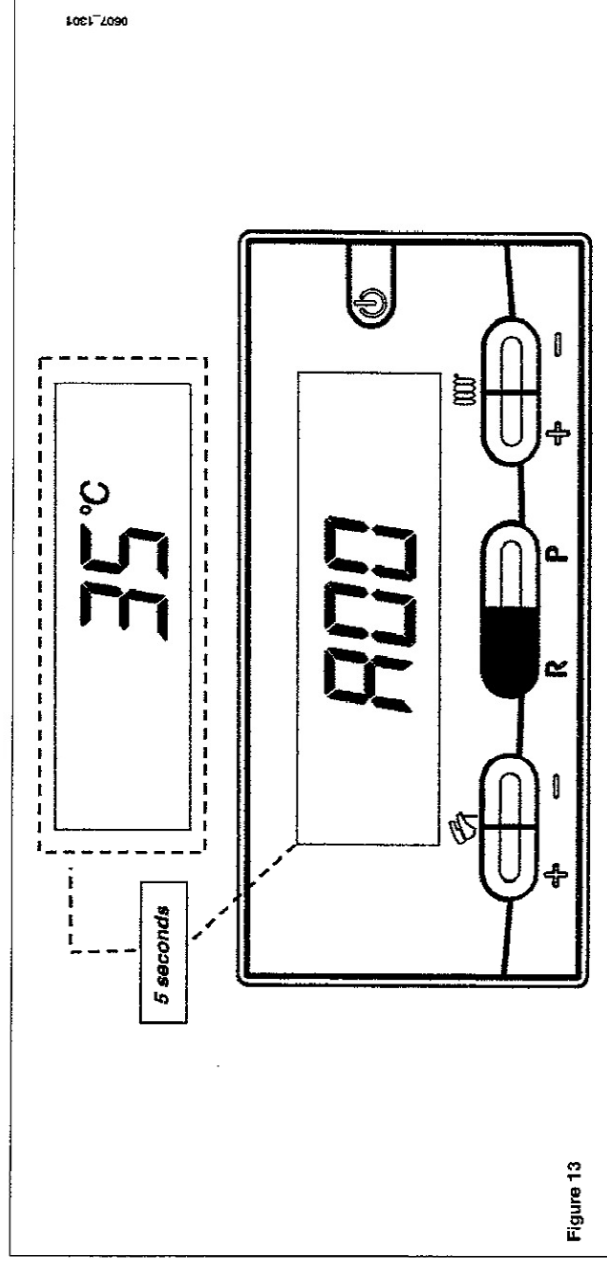

Figure 13
- Appuyer sur la touche **R** pendant au moins 6 secondes, jusqu'à ce que l'écran affiche "A00" (... "A07") en alternance avec la valeur (par ex. figure 13);